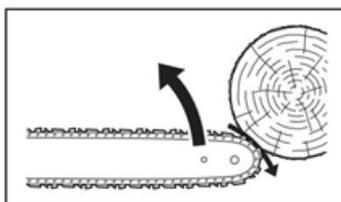

Fig 1
- En algunos casos, el contacto de la punta puede causar una reacción inversa ultrarrápida, empujando la espada hacia arriba y hacia atrás hacia el operario (esto se llama contragolpe rotacional). Apretar la cadena a lo largo de la parte superior de la espada puede empujar la espada rápidamente hacia el operario (esto se llama retroceso lineal) (Fig. 1).